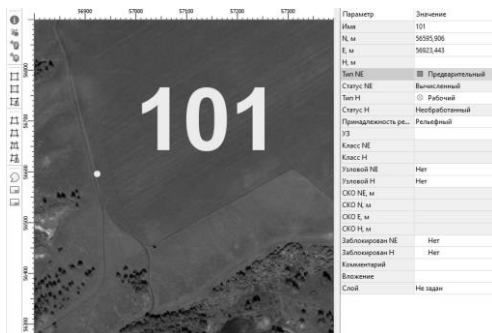

Рис. 38 Создание пункта
- Перейдите на снимок и задайте курсором первую точку 101 (рис. 38). При этом обращайте внимание на взаимную видимость двух точек и окружающую местность.